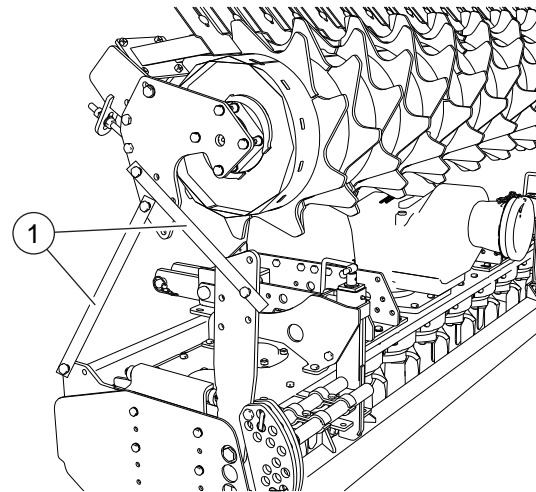
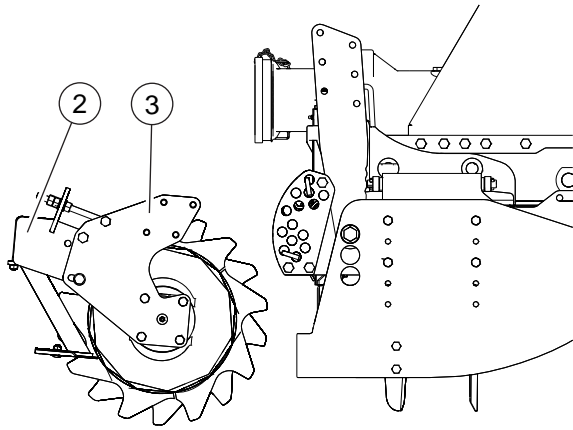

FIG. 9
FIG. 10
La máquina puede ser enviada con el rodillo desmontado de sus soportes y montado sobre soportes de hierro (1, "Fig. 9") situados en la máquina.
- Desenroscar los tornillos que fijan los soportes (1, "Fig. 9") al rodillo.
- Bloquear la roteación de la barra porta-rascadores (1).
- Apoyar el rodillo en el suelo con las placas de soporte (2, "Fig. 10") ya direccionadas en posición de montaje.